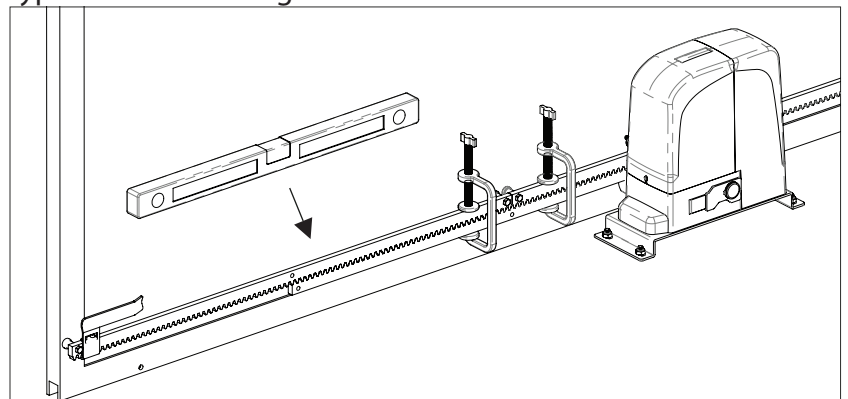

Abb. 26
- Fügen Sie ein weiteres Element der Zahnstange hinzu und synchronisieren Sie beide Elemente. (Abb. 26).